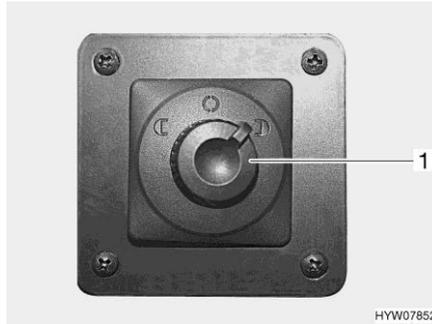

Fig. 34 Conmutador de ajuste de los retrovisores exteriores
- Seleccionar el retrovisor exterior que se desea ajustar. Para esto, girar el interruptor giratorio (Fig. 34,1) hacia la izquierda o hacia la derecha.
- Empujar el conmutador (Fig. 34,1) hacia la dirección deseada.